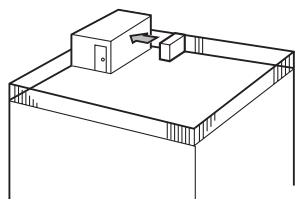

Abb. 2-4
- (1) Richten Sie die Luftaustrittsöffnung mit einem Abstand von etwa 50 cm auf die nächstgelegene Wand aus. (Abb. 2-4)